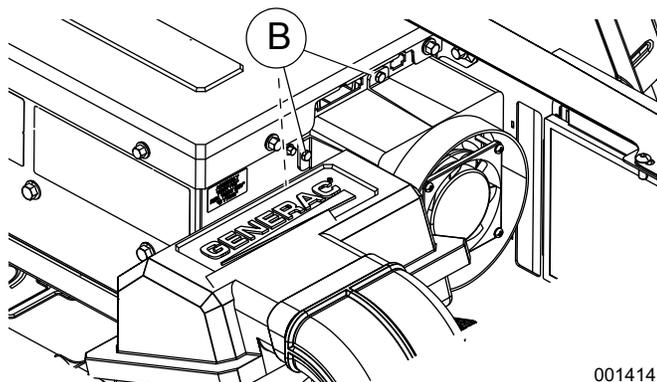

Figure 4-8. Retirez les vis du ventilateur du régulateur de tension automatique
4. Voir la section **Figure 4-8**. Dévissez les trois vis (B) pour libérer le ventilateur du régulateur de tension automatique.